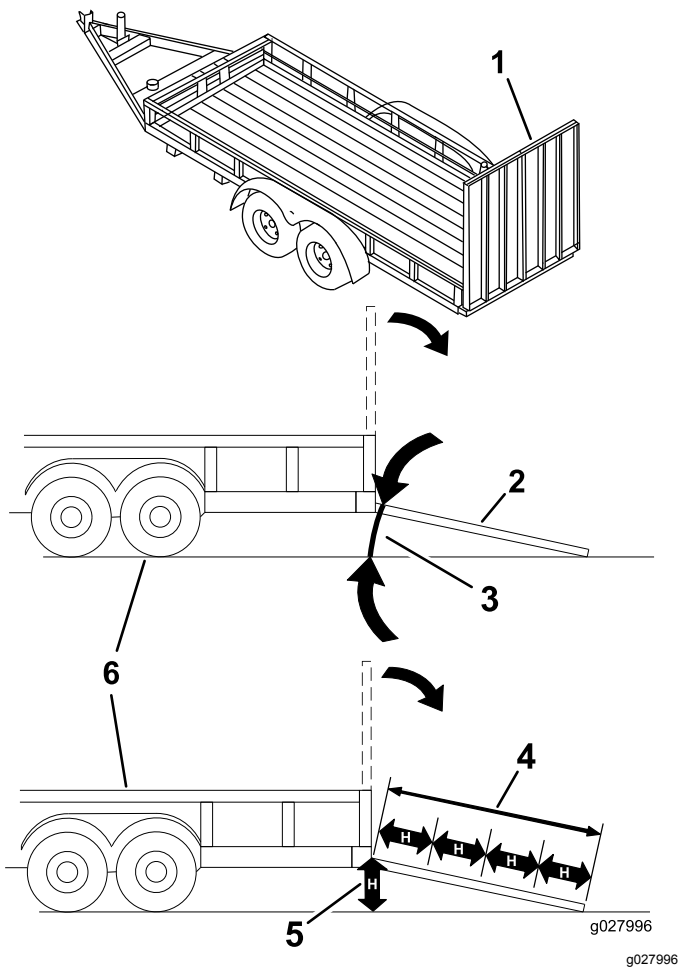

Рисунок 28
При погрузке машины на прицеп или грузовик повышается вероятность опрокидывания, что может привести к получению тяжелой травмы или гибели (Рисунок 28).
1. Опустите наклонный въезд, убедившись, что угол между наклонным въездом и поверхностью земли не превышает 15 градусов (Рисунок 28).